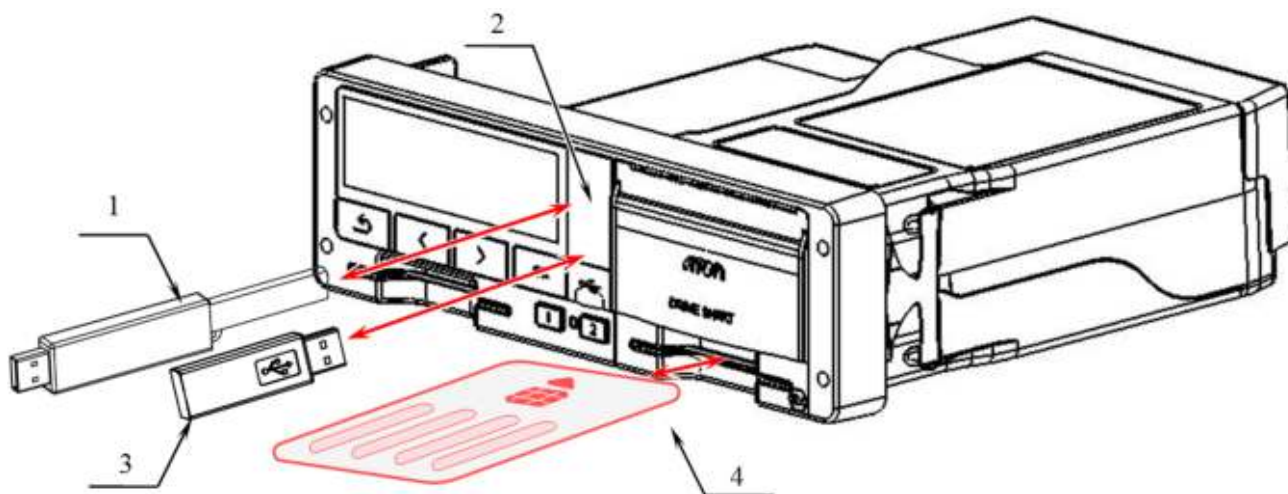

Рисунок 30. Выгрузка данных
- с помощью USB накопителя. Подключение USB накопителя к тахографу производится через USB разъем, расположенный под защитным колпачком (см. Рисунок 30. Выгрузка данных). Необходимая навигация по пунктам меню тахографа подробно указана ниже.